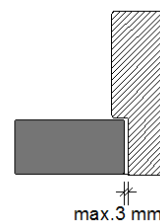

fig. 5
-må afstanden fra dørpladekant til karmfals i side- og overkarm, samt midterfuge ved tofløjede døre, ikke være større end 3 mm (fig. 5).